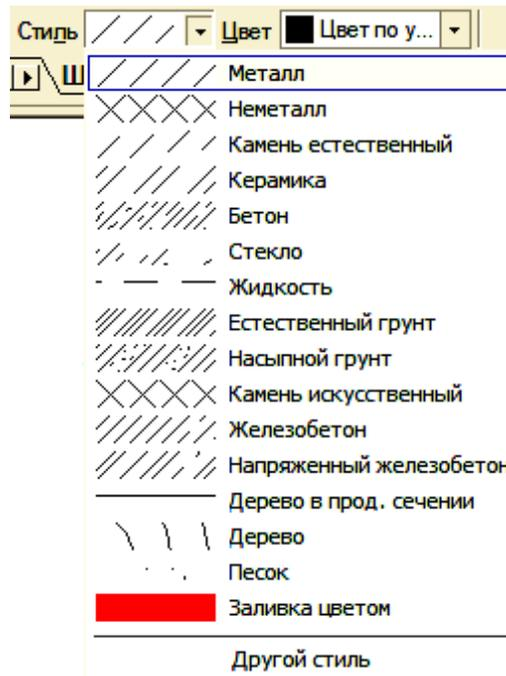

Рисунок 5.21 Стили штриховок
- установить параметры штриховки в строке параметров: стиль (Рисунок 5.21), шаг, угол наклона, стиль и, при необходимости, базовую точку штриховки);